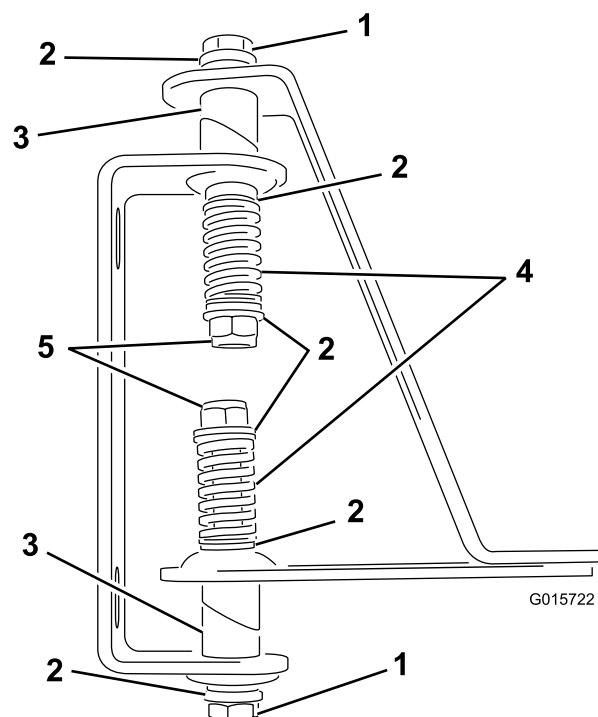

Figure 3
4. Insérez les boulons dans les ouvertures des tubes soudés articulés, dans les charnières et les brides (Figure 3).
6. Posez un ressort au bout de chaque boulon (Figure 3).